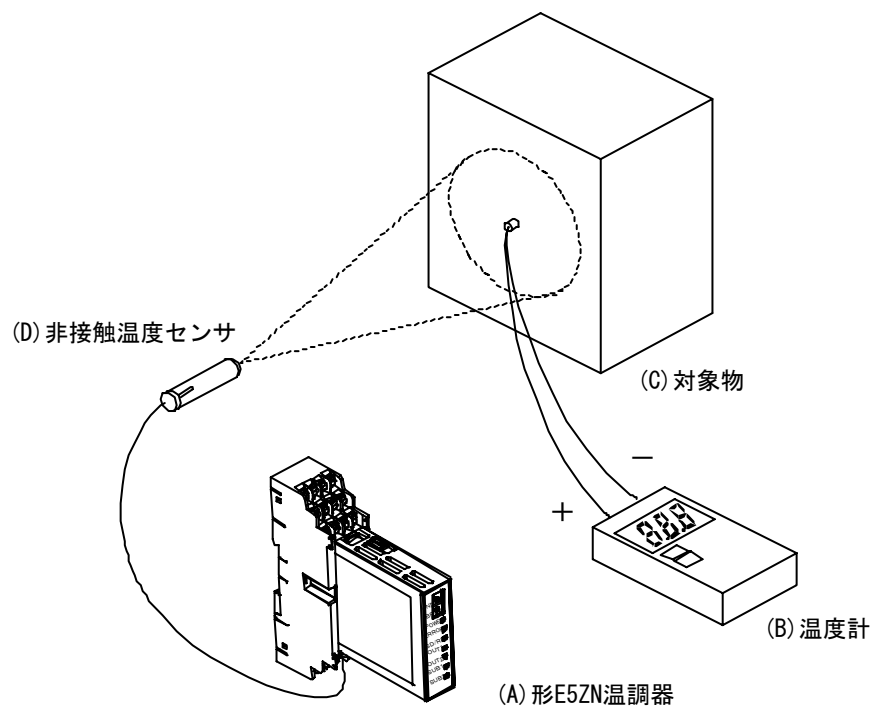

図1 非接触温度センサの補正時の構成
2. 1点補正または2点補正をして頂くために図1のような対象物の温度を測定できる温度計をご準備ください。
1. 図1のような構成において対象物の温度を目標値付近にしてください。対象物の温度(C)と温度計の温度(B)は一致しているものとします。